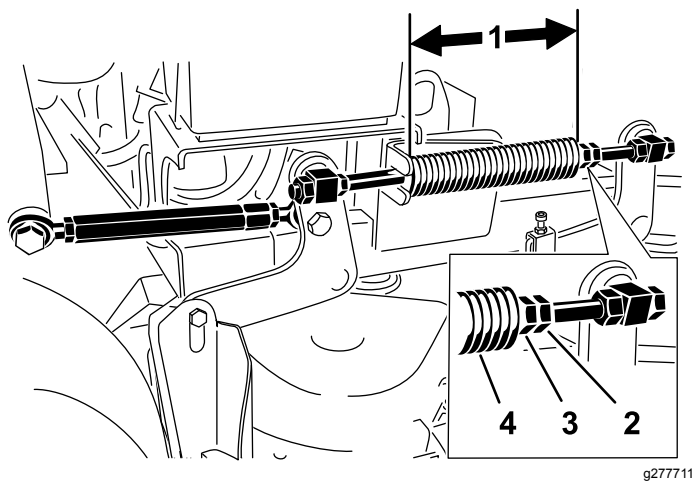

Bild 84
Hinweis: Die Nennlänge beträgt 28,2 cm für 91-cm-Mähwerke und 25,7 cm für 102-cm-Mähwerke (Bild 84).
3. Stellen Sie den Abstand ein. Lösen Sie die Federklemmmutter und drehen Sie die Mutter vorne an jeder Feder (Bild 84).
4. Arretieren Sie die Mutter, indem Sie die Federklemmmutter anziehen (Bild 84).